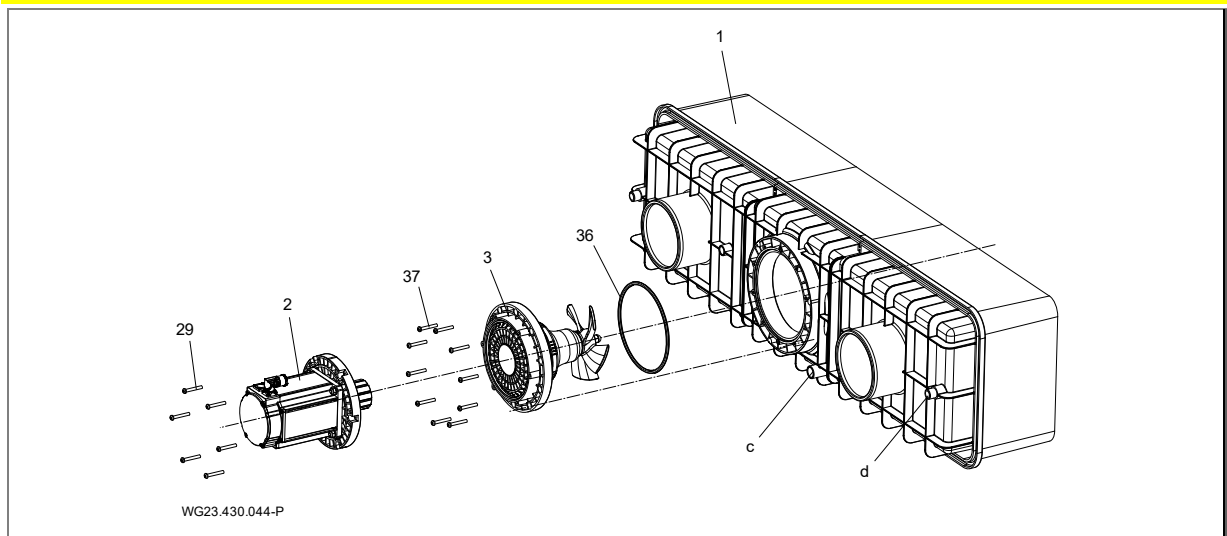

Abb. 16
1. Anschlussstutzen (d, Siehe "Abb. 16" auf Seite 22) am Kunststoffgehäuse (1) und die Anschlussbuchse vom Kabelschutzschlauch (12) mit PVC-U/ABS-Reiniger entfetten.